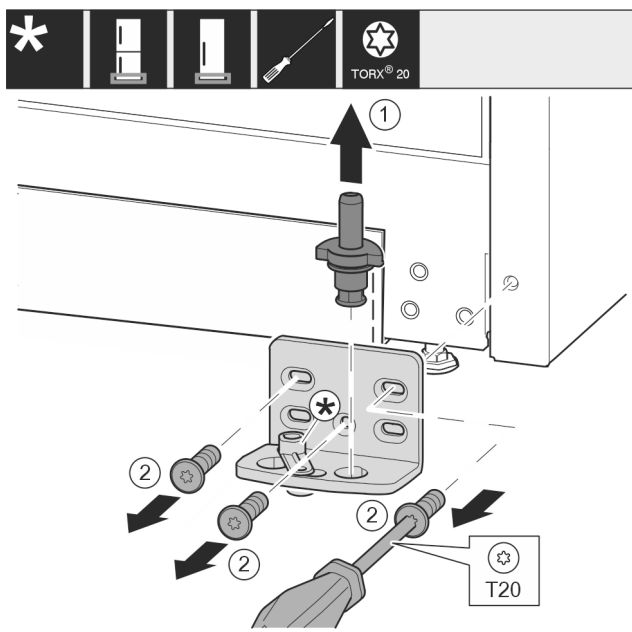

Fig. 12
- ▶ Опорный палец Fig. 12 (1) полностью извлеките движением вверх.
- ▶ Открутите винты Fig. 12 (2) отверткой и снимите опорный кронштейн.